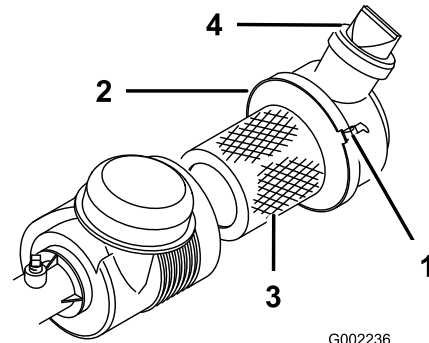

Figure 39
Recherchez sur le corps du filtre à air des dommages susceptibles d'occasionner des fuites d'air. Vérifiez que le capuchon anti-poussière est bien serré sur le filtre à air. Remplacez le corps du filtre s'il est endommagé. Pressez la valve (Figure 39) avant chaque utilisation pour éliminer la poussière et les débris. Faites l'entretien du filtre à air toutes les 100 heures.
3. Desserrez la fixation qui maintient le couvercle du filtre à air sur le corps (Figure 39) et séparez le couvercle du corps.
7. Serrez les fixations (Figure 39).
4. Montez le couvercle en dirigeant la valve vers le bas, et serrez les fixations (Figure 39).